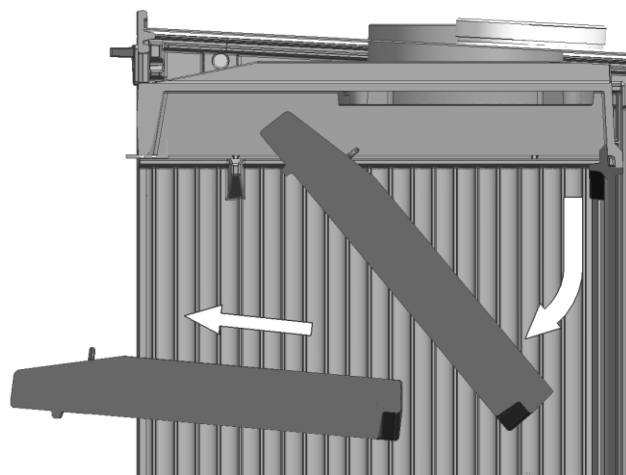

Fig. 2
B – Inclinar y desplazar el deflector hacia abajo quedando libre la pieza (Fig.2).
- a) Mantenga alejado cualquier material combustible (muebles, cortinas, ropas, etc.), a una distancia mínima de seguridad de 0,90m. (Fig.2)